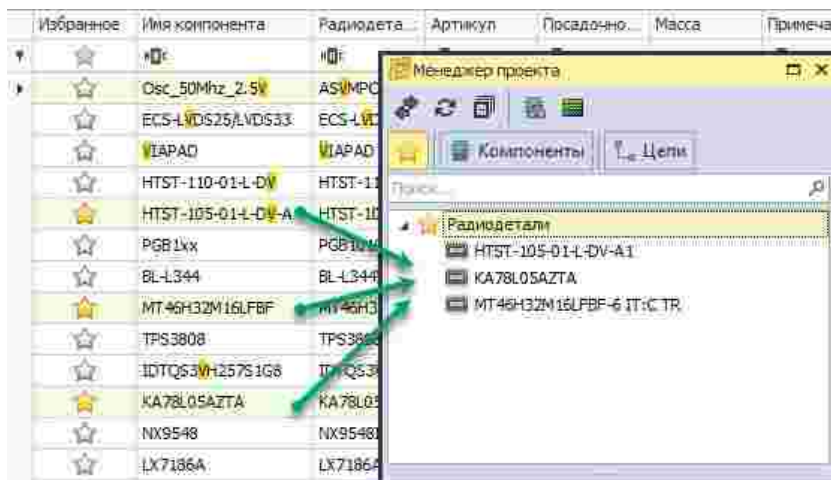

Рис. 232 Отображение выбранных компонентов во вкладке «Избранное» панели «Менеджер проекта»
- В колонке «Избранное» рядом с отображенными для размещения на схеме проекта компонентами нажмите . Изменение цвета звезды на желтый информирует, что компонент был добавлен во вкладку «Избранное» панели «Менеджер проекта», Рис. 232.